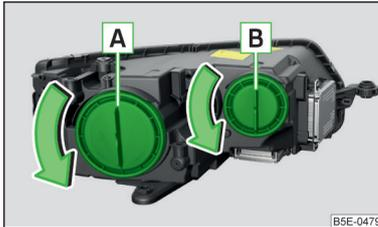

Abb. 236
**Glühlampenanzordnung** » Abb. 236
- Die Schutzkappe **A** » Abb. 236 auf Seite 237 in Pfeilrichtung drehen.
- Die Schutzkappe **A** » Abb. 236 auf Seite 237 einsetzen und entgegen der Pfeilrichtung drehen.
- Die Schutzkappe **B** » Abb. 236 auf Seite 237 in Pfeilrichtung drehen.
- › Die Schutzkappe **B** » Abb. 236 auf Seite 237 einsetzen und entgegen der Pfeilrichtung drehen.
- › Die Schutzkappe **B** » Abb. 236 auf Seite 237 in Pfeilrichtung drehen.